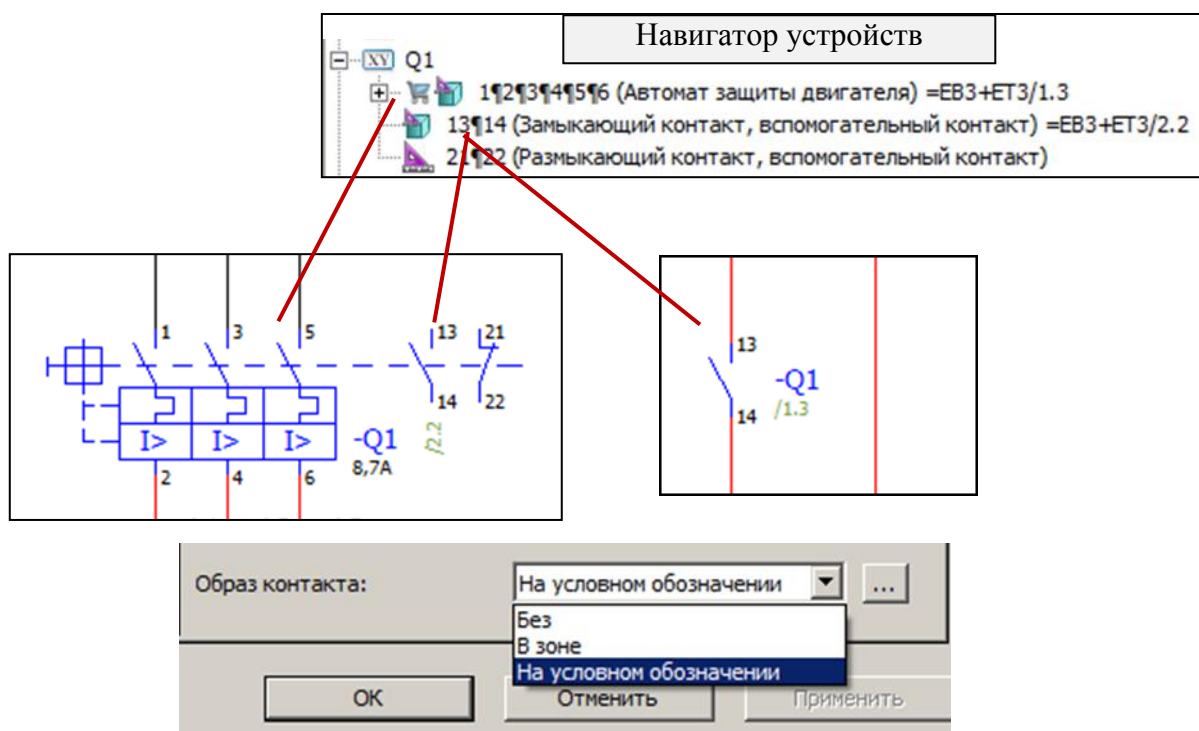
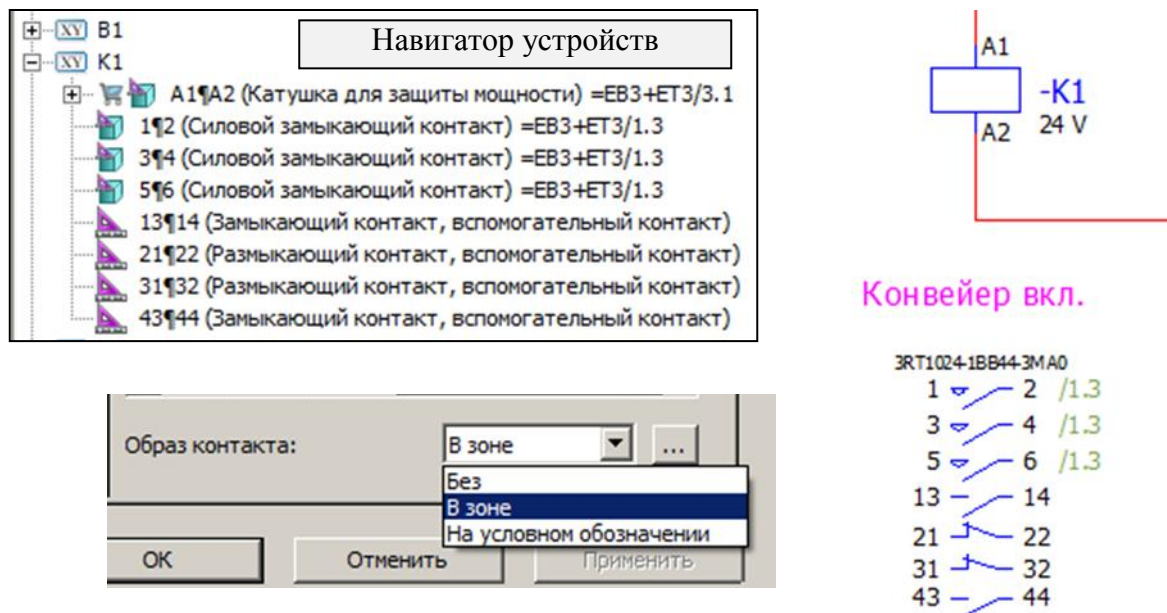

Рис.2.13.Представление образа контакта на условном обозначении
Рис.2.14.Представление образа контакта в зоне
- перекрестные ссылки в образе контактов (Рис.2.13, Рис.2.14);
- на условном обозначении; тогда символы остальных функций отображаются возле УГО (Рис.2.13);
- в зоне; тогда символы остальных функций отображаются в зоне УГО (Рис.2.14);